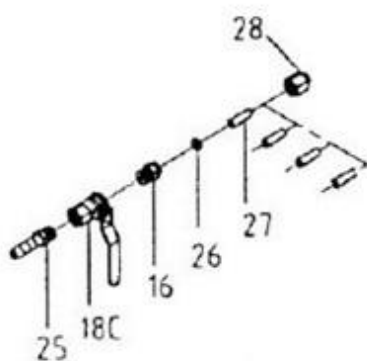

Figura 5
5. Fare riferimento alla Figura 5 per installare la valvola di intercettazione dell'ugello (18-C). Durante l'installazione di questo articolo, selezionare uno dei quattro ugelli (27). Questa selezione non è permanente e gli ugelli possono essere sostituiti in modo da essere selezionati correttamente per il lavoro da svolgere. Avvitare l'adattatore (25) sulla valvola di intercettazione dell'ugello (18-C). Avvitare l'ultimo connettore (16) sull'altro lato della valvola. Avvitare la guarnizione (26) sul raccordo e posizionare l'ugello (27) e il tappo dell'ugello (28).